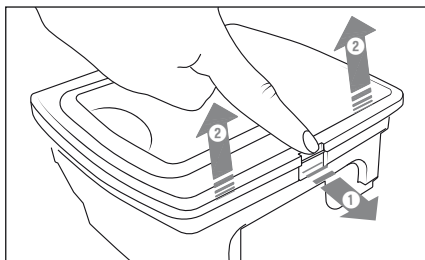

Fig. 7
- 2) Desbloqueie a tampa do reservatório de pó **12** e abra-a (ver fig. 7).